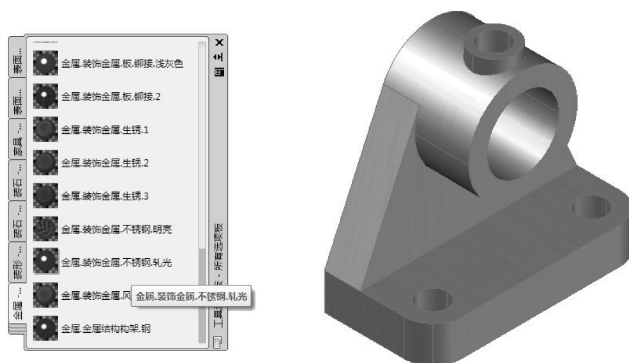

图 10-22 指定材质
2) 在菜单栏选择“工具”→“选项板”→“工具选项板”命令，调出“工具选项板”，切换到“材质”面板中的“金属”选项卡，选择名为“金属.装饰金属.不锈钢.扎光”的材质，将其指定给“轴承座”三维模型，效果如图 10-22 所示。